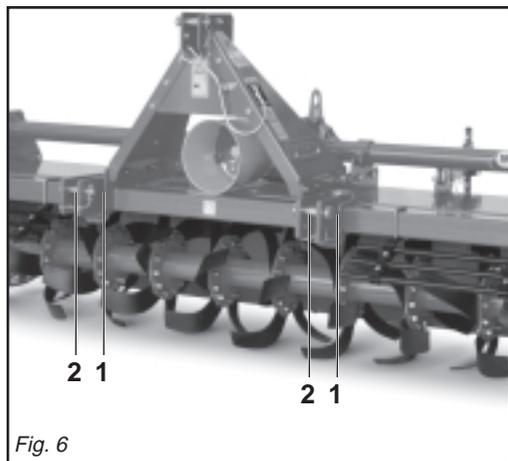

Fig. 6
vole della macchina spostando opportunamente sul tubo quadro le piastre (1 Fig. 6) e inserendo i perni (2 Fig. 6) nei fori corrispondenti al giusto diametro delle parallele del trattore.
Le piastre (1 Fig. 6) vanno montate sempre e solo come mostrato in Fig. 6 con i fori posizionati anteriormente al tubo quadro.
- 1 - Accostare le parallele del sollevatore ponendole all'interno delle piastre (1 Fig. 6), inserire il perno (2 Fig. 6) nel foro predisposto e bloccare con le copiglie a scatto.
plates (1 Fig. 6) along the square tubular and inserting the pin (2 Fig. 6) in the holes corresponding to the correct diameter for the tractor's parallel arms.
The plates (1 Fig. 6) must always and only be mounted as shown in Fig. 6 with the holes towards the front of the square tubular.
- 1- Near the lift bars, setting them in the most suitable plates (1 Fig. 6). Insert the pin (2 Fig. 6) into the relative hole and lock in place with the snap-in split pins.
ne festlegen, indem man die Platten (1 Abb. 6) auf dem Vierkanthrohr verschiebt und die Bolzen (2 Abb. 6) in die entsprechenden Bohrungen mit dem richtigen Durchmesser auf dem Schleppergestänge einsteckt.
Die Platten (1 Abb. 6) dürfen nur und ausschließlich so montiert werden, wie es in Abb. 6 gezeigt ist, nämlich mit den Bohrungen, die vor dem Vierkanthrohr angeordnet sind. Der Hersteller haftet nicht für die Beschädigung der Maschine oder des Schleppers infolge der Nichtbeachtung dieser Angabe.
- 1- Die Lenker des Krafthebers annähern und in die am besten geeigneten Platten schieben (1 Abb. 6). Den Bolzen (2 Abb. 6) in das Loch stecken und mit dem einrastenden Splint blockieren.
favorable de la machine en déplaçant, sur le tube carré, les plaques (1 Fig. 6) et introduire les axes (2 Fig. 6) dans les trous correspondant au bon diamètre des parallèles du tracteur.
Les plaques (1 Fig. 6) doivent obligatoirement être montées comme illustré dans la Fig. 6 en utilisant les trous placés à l'avant du tube carré.
- 1- Approchez les barres du relevage en les plaçant à l'intérieur des plaques les plus appropriées (1 Fig. 6), introduisez l'axe (2 Fig. 6) dans le trou correspondant et bloquez par les goupilles à encastrement.
sición más favorable de la máquina desplazando oportunamente en el tubo cuadrado las placas (1 Fig. 6) e introduciendo los pernos (2 Fig. 6) en los orificios correspondientes al correcto diámetro de las paralelas del tractor.
Las placas (1 Fig. 6) deben ser montadas siempre y solamente según lo indicado en la Fig. 6 con los orificios posicionados delante del tubo cuadrado. La firma constructora no es responsable de rupturas en la máquina o en el tractor originadas por falta de respeto de esta indicación.
- 1- Acercar las barras del elevador poniéndolas dentro de las placas más indicadas (1 Fig. 6), introducir el perno (2 Fig. 6) en el orificio y bloquear con los pasadores de resorte.